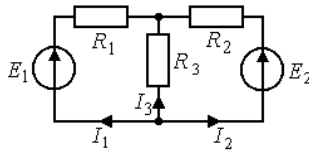

Рис. 1.3
3. На рис. 1.3 изображена исследуемая цепь без измерительных приборов и ключей. Запишите для нее необходимое число взаимно независимых уравнений по законам Кирхгофа.
6. Поясните принцип взаимности применительно к цепи рис. 1.3 с одной ЭДС  $E_1$  и выведите формулы для аналитической его проверки (докажите тождество выражений для двух токов).